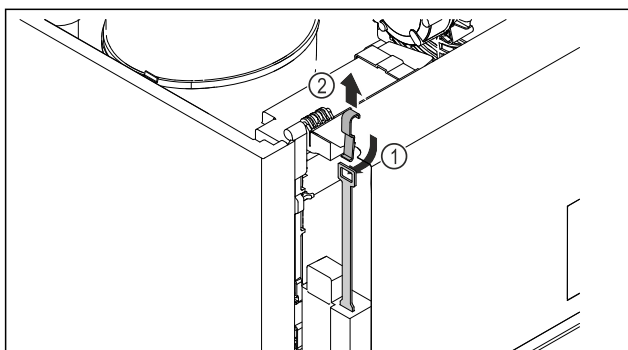

Fig. 211
- Noodontgrendelingssleutel Fig. 211 (1) van boven af inschuiven, in het slot haken en naar boven Fig. 211 (2) wegtrekken.